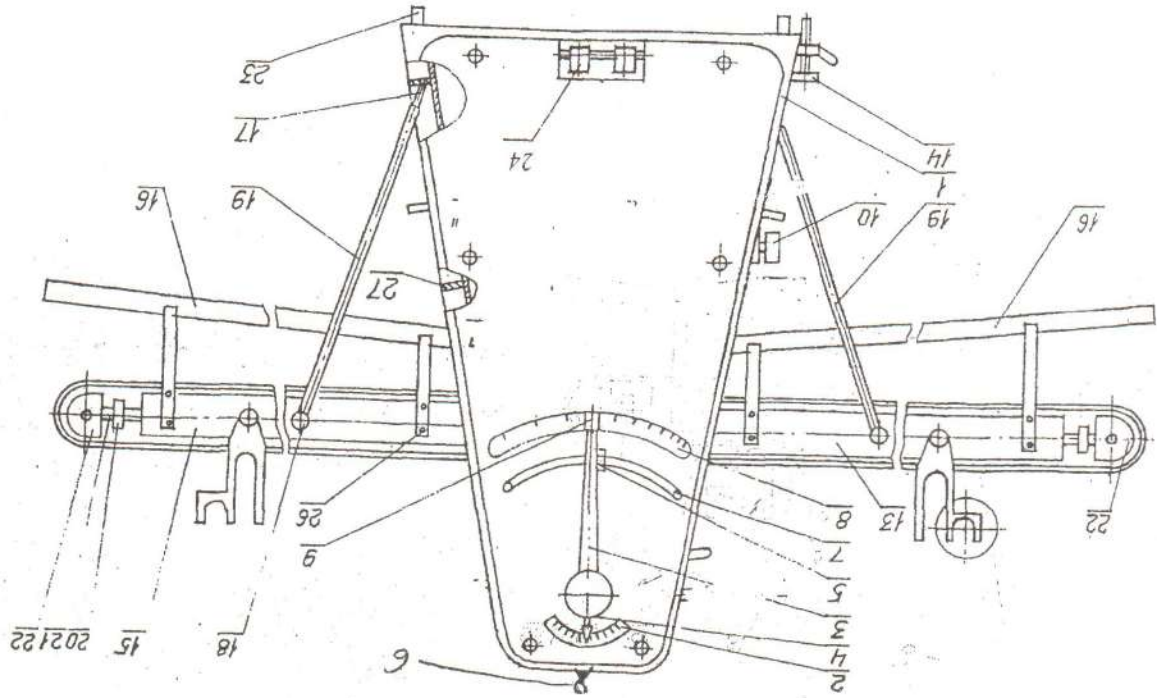

рис. 1.
- 7.1 По окончании работы нажмите кнопку «Стоп» пускателя 12 (рис.1) выключите электропитание машины. При этом на электрической панели машины должна погаснуть сигнальная лампочка.
- 7.7 Если машина не используется длительное время, установите конвейеры 13 и 15 (рис. 1) в вертикальное положение, поднимая вверх свободные концы до тех пор, пока опоры 19 войдут в верхние фиксаторы 27 (рис.1). Вилка должна быть отсоединена от электросети.